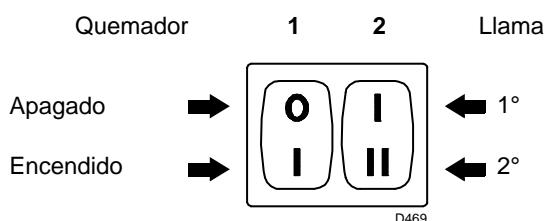
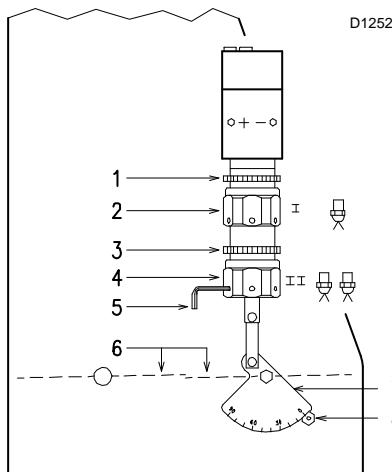

Fig. 20
Fig. 21
- Poner en marcha el quemador cerrando los termostatos y con el interruptor 1) (Fig. 20 pág. 18) en la posición "MARCHA". La bomba debe girar en el sentido de la flecha que hay marcada en la cubierta.
- Cuando el gasóleo sale por el tornillo 3), es indicativo de que la bomba está cebada. Parar el quemador: interruptor 1) (Fig. 20 pág. 18) en posición "PARO" y apretar el tornillo 3).
Situar el interruptor 1) (Fig. 20) en la posición "MARCHA".
Mantener el quemador funcionando en 1^a llama, situando el interruptor 2) (Fig. 20) en la posición 1^a llama. La abertura del registro 6) (Fig. 21) debe ser proporcional a la boquilla elegida: el índice 8) (Fig. 21) debe corresponderse con el número de posición que se indica en el sector graduado 7) (Fig. 21). El reglaje se efectúa girando el hexágono 2) (Fig. 21):
Situar el interruptor 2) (Fig. 20 pág. 18) en posición 2^a llama y regular el registro 6) (Fig. 21) actuando sobre el hexágono 4) (Fig. 21), después de haber aflojado la contratuerca 3) (Fig. 21)
para facilitar la regulación de los hexágonos 2) y 4) (Fig. 21), utilizar una llave hexagonal de 3 mm 5) (Fig. 21).